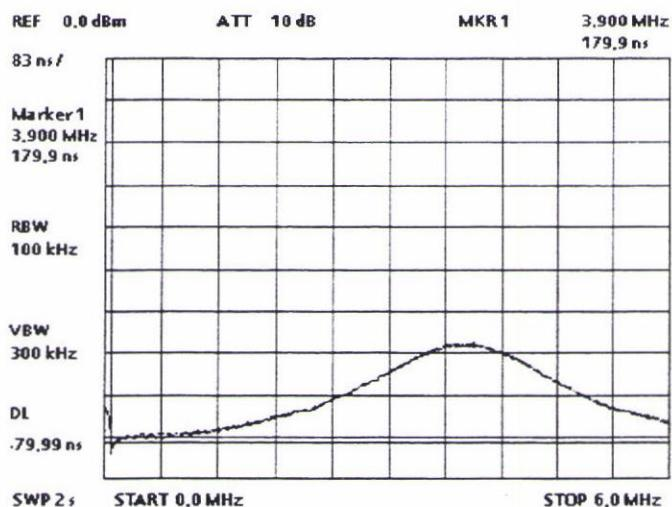

Bild 7-8 Gruppenlaufzeit von Allpaß 4
- Mit R411 die Gruppenlaufzeit so einstellen, daß sich eine Differenz der Laufzeit zwischen 0,5 MHz und 3,9 MHz von ca. 178 ns ergibt (siehe Bild 7-8).